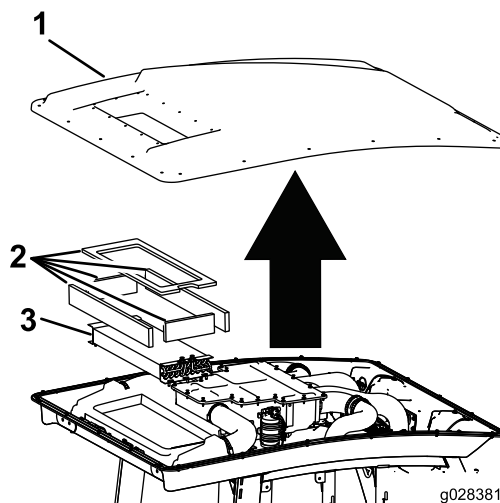

Bild 55
3. Nehmen Sie die 22 Schrauben ab, mit denen das Dach befestigt ist, um das Kabinendach von der Kabine abzunehmen (Bild 55).
4. Entfernen Sie die Luftfilter (Bild 55).
5. Entfernen und reinigen Sie die Klimaanlage schlangen (Bild 55).